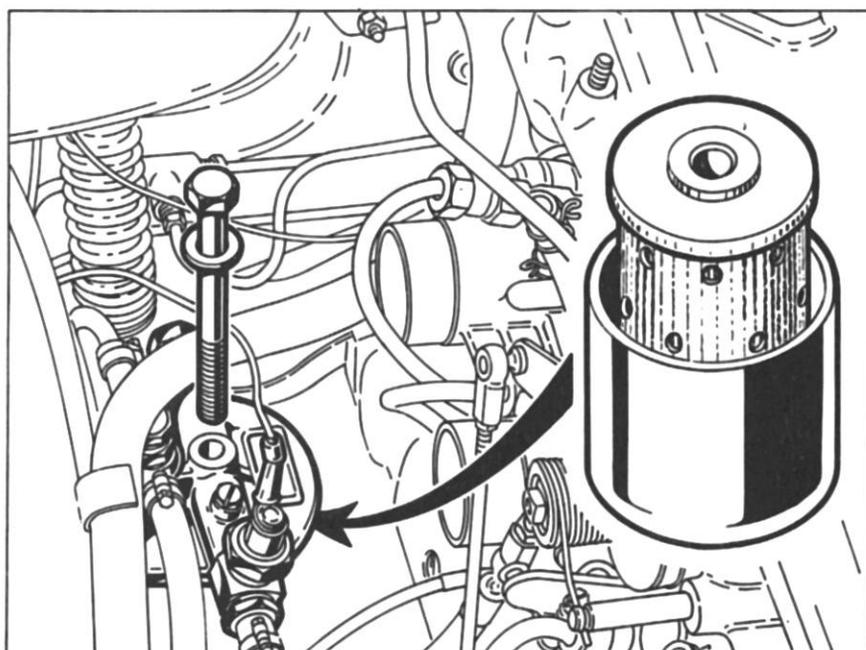

Abb. 5
- Behältergehäuse von angesammelten Ablagerungen säubern und neuen Filtereinsatz einführen, und hierbei auch die Dichtungen zwischen Behälter und Lagerung (siehe Abb. 5) und zwischen Befestigungsschraube und Lagerung ersetzen, sollten diese beschädigt sein.